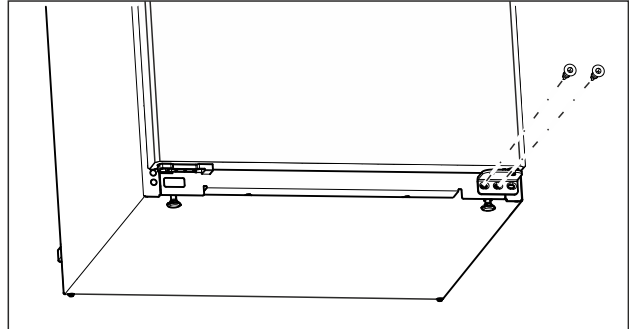

Fig. 11
- ▶ Pomocí šroubováku Torx 20 vyšroubujte prostřední šroub na spodním stojanu ložiska. (viz Fig. 11)
- ▶ Šroubovákem Torx 20 vyšroubujte vnitřní šroub na spodním stojanu ložiska. (viz Fig. 11)